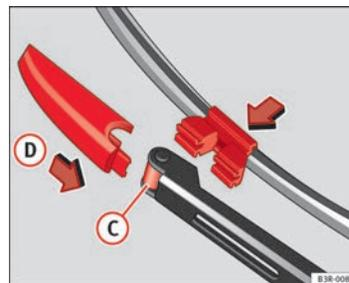

Abb. 174 Wischerblatt befestigen ▶
- Das neue Wischerblatt in die Aufnahme des Scheibenwischerarms ⇒ Abb. 174 **(C)** einsetzen.